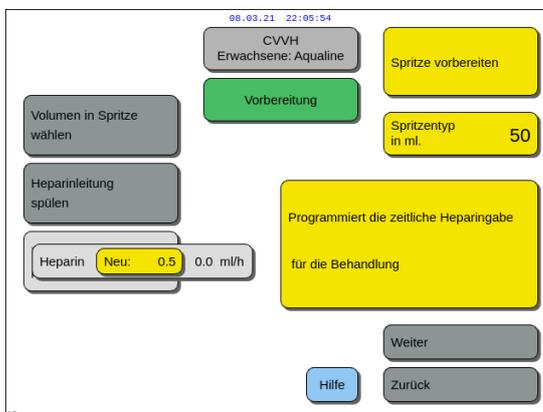

Abb. 68
2. Den Heparinfluss durch Drehen der *Hauptauswahltaste* nach links oder rechts anpassen (Abb. 68).